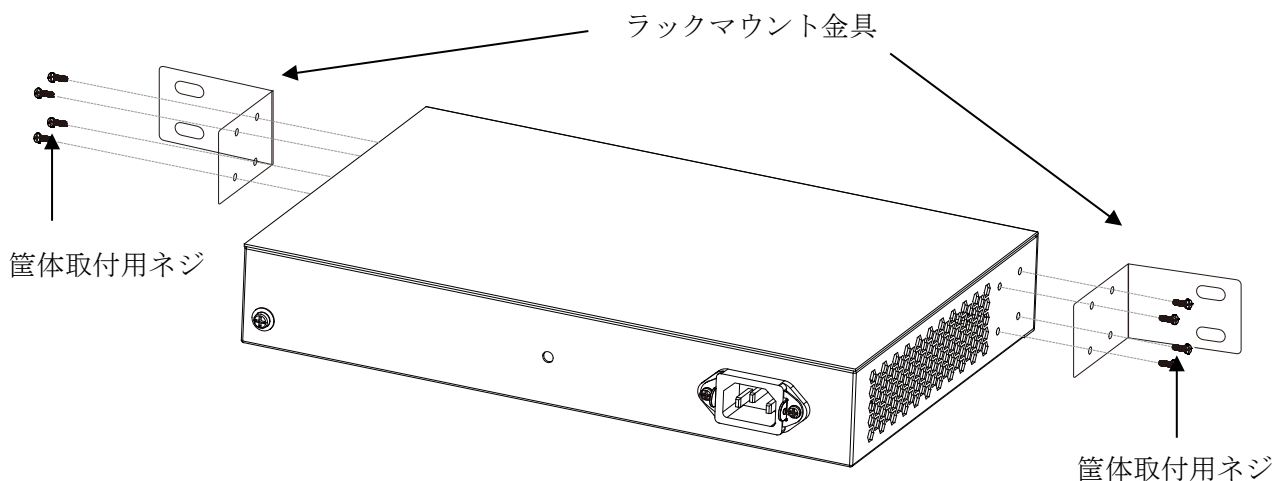

図 3-3 ラックマウント金具の取り付け方法
- (1) 筐体取付用ネジを用いてラックマウント金具を本体に取り付けます。金具の向きは図 3-3 を参照ください。